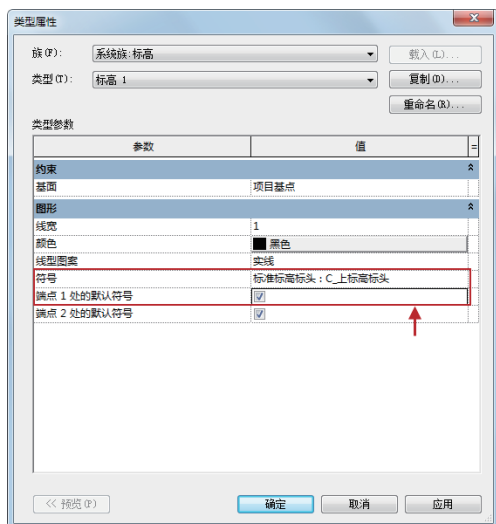

图2-52 【类型属性】对话框
- 05 在【类型属性】对话框中单击“符号”下拉列表框，选择标头，勾选“端点1处的默认符号”复选框，如图2-52所示。单击“确定”按钮，关闭对话框。